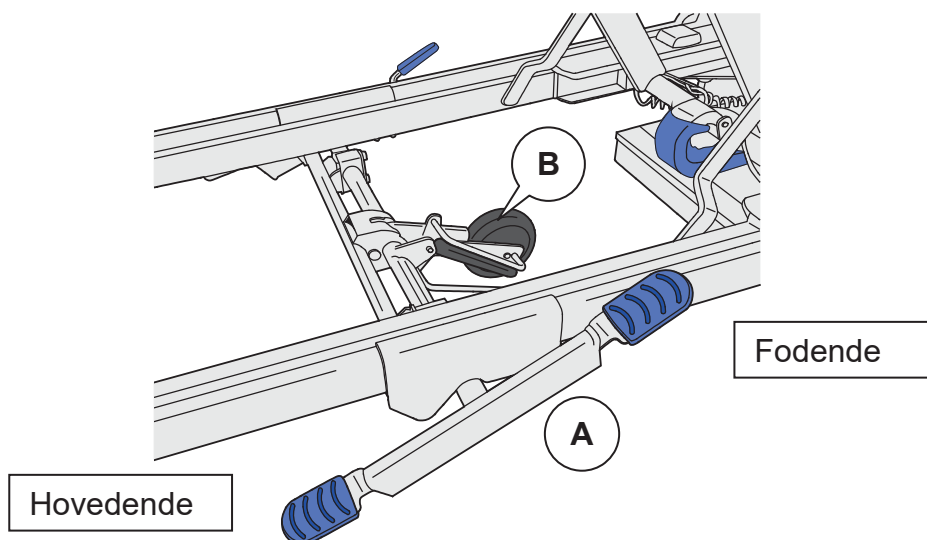

Fig. 1 - Det 5. hjuls aktiveringspedal
1. Træd ned på hovedenden af det 5. hjuls aktiveringspedal (A). **(Se fig. 1)**
1. Træd ned på fodenden af det 5. hjuls aktiveringspedal (A). **(Se fig. 1)**
2. Sørg for, at det 5. hjul (B) er hævet fra gulvet.